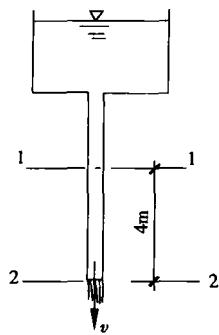

图 10-8
14. 如图 10-8 所示垂直下泄恒定流水管,出口流速 $v=6m/s$,管径不变,上游断面 1-1 高于出口断面 2-2,高差为 4m,水头损失不计。则上断面 1-1 的压强水头为()。